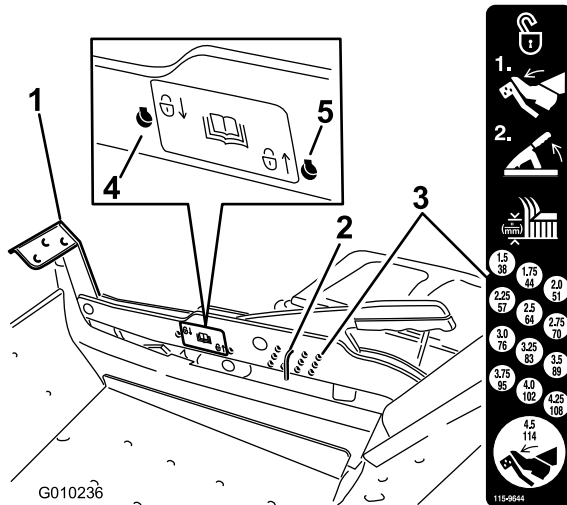

Bild 25
1. Treten Sie mit dem Fuß auf das Mähwerkhubpedal und heben Sie das Mähwerk in die Transportstellung an (auch die Schnitthöhe von 114 mm) (Bild 25).
2. Entfernen Sie den Splint zum Einstellen der Schnitthöhe aus der Schnitthöhenhalterung (Bild 25).
3. Wählen Sie ein Loch in der Schnitthöhenhalterung, das der gewünschten Schnitthöhe entspricht, und stecken Sie den Lastösenbolzen wieder ein (Bild 25).
2. Entfernen Sie den Stift aus der Schnitthöheneinstellhalterung (Bild 25).
3. Wählen Sie ein Loch auf dem Arretierschild und stecken Sie den Stift ein (Bild 25).